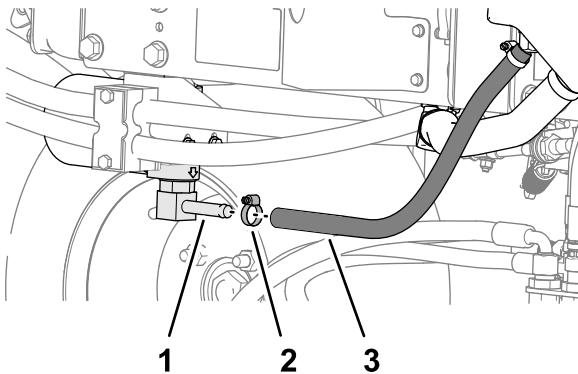
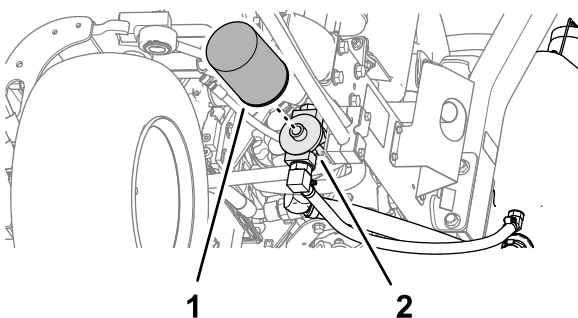

Bild 83
Bild 84
2. Klemmen Sie die Hydraulikölleitung ab (**Bild 83**) oder entfernen den Hydraulikölfilter (**Bild 84**) und lassen Sie das Hydrauliköl in ein Auffanggefäß ablaufen.